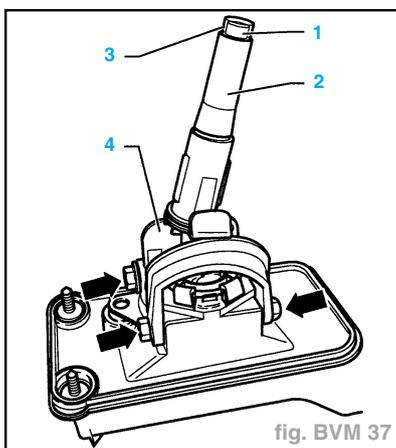

fig. BVM 37
- Défaire la vis (1) et retirer la douille (2) conjointement au damper (3) (fig. BVM 37).
- Démontez la douille (3) du levier de passage des vitesses (fig. BVM 37).